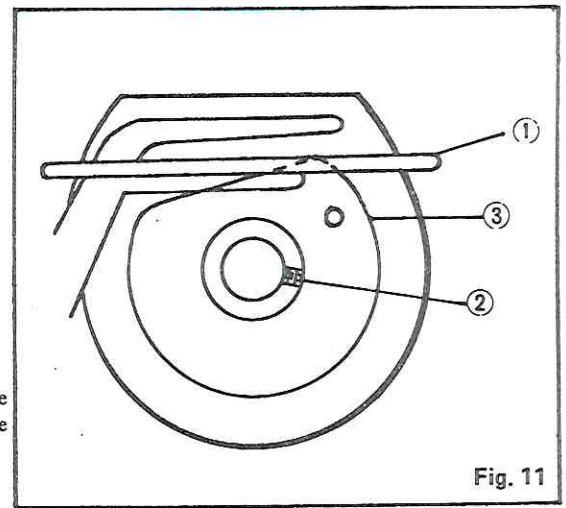

Fig. 11
(4) Chain Looper Thread Cam Control Fig. 11
Control hilo áncora puntada de seguridad (401). Fig. 11
Contrôle de la came du fil du boucleur de chaînette Fig. 11